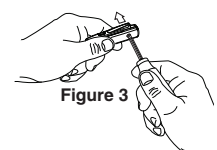

Figure 3
3. Le couvercle du compartiment des piles s'ouvrira de lui-même. (Figure 3)